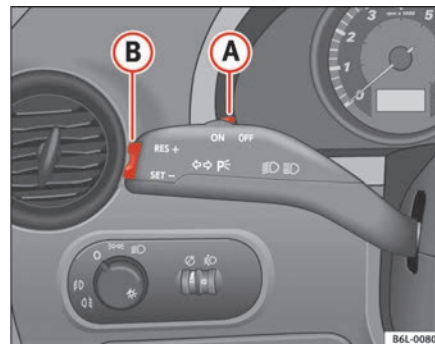

Fig. 106 Palanca de intermitentes y de luz de carretera: mando y tecla basculante para el regulador de velocidad
- Mueva el mando ➔ fig. 106 **(A)** hacia la izquierda hasta la posición **ON**.